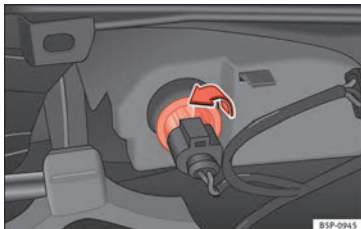

Abb. 188 Leuchte von der Innenseite des Stoßfängers aus gesehen.
- Drehen Sie den Lampenträger nach links und nehmen Sie ihn in Pfeilrichtung ab »» **Abb. 188**.